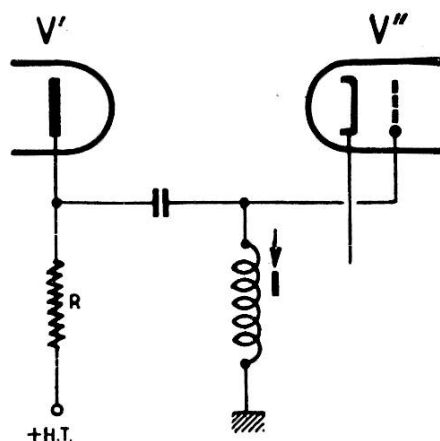
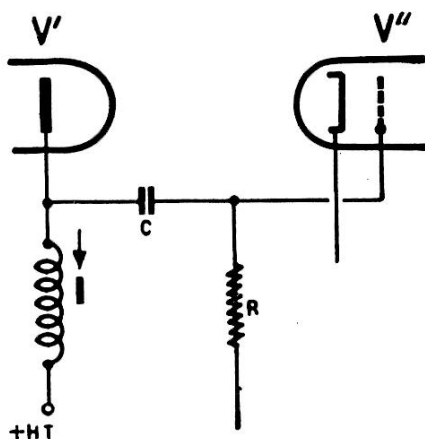

FIG. V-21
FIG. V-22
Les parasites (1) sont le plus fréquemment, à la source, des impulsions de très courte durée (de 1 à 20 microsecondes max.). Si la largeur de bande du téléviseur était faible (grande sélectivité du canal MF, par exemple), ces impulsions parasites seraient moins « pointues » ; elles seraient d'amplitude moindre. Malheureusement, le récepteur d'image doit nécessairement présenter une bande passante très large ; en conséquence, les impulsions parasites restent pointues et de grande amplitude... à moins qu'elles ne soient, en partie, limitées par les tubes amplificateurs MF-image, par exemple. A ce propos, signalons en passant que le montage de la figure V-21 (liaison inter-étage du canal MF image) est supérieur au montage de la figure V-22. Dans les deux montages, R
(1) Allumage des moteurs à explosion ; décharges d'électricité statique atmosphérique sur l'antenne.
est la résistance d'amortissement. Mais, dans le montage de la figure V-22 où R est montée dans la grille, le tube V'' pourrait se bloquer lui-même au moment du déclenchement du courant de grille provoqué par la grande amplitude des parasites. Lorsque la constante de temps RC du circuit de grille est grande, *des lignes entières* peuvent manquer à l'image.